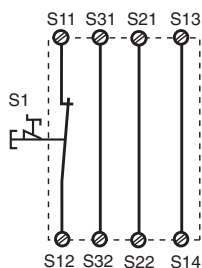
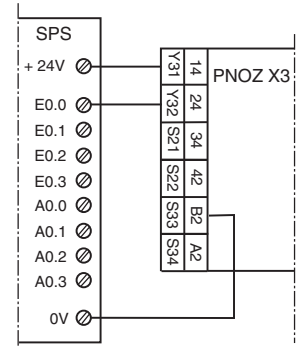

Fig. 2: Circuito de entrada monocanal, rearme automático/Circuito de entrada monocanal, start automatico/Eenkanalig ingangscircuit, automatische start
Fig. 10: Ejemplo de conexión para salida de semiconductor/Esempio di collegamento per uscita semiconduttore/Aansluitvoorbeeld van halfgeleideruitgang
En las fig. 2 a 10 se presentan ejemplos de conexión para conexionado de parada de emergencia con rearme automático y supervisado, excitación de puerta protectora así como aplicación de contactos mediante contactores externos.
- Fig. 2 y 7: En caso de caída de tensión y rearmado, el dispositivo se inicia automáticamente. Evite un arranque intempestivo mediante un cableado externo adecuado.
- Fig. 2 y 7: S33-S34 **no conectado**
In fig. 2 ... fig. 10 sono riportati degli esempi di collegamento per il cablaggio di arresto d'emergenza con start automatico e manuale, per il comando delle porte di sicurezza, nonché per la moltiplicazione dei contatti mediante relè esterni.
- Fig. 2 e 7: Il dispositivo si avvia automaticamente dopo la caduta ed il ritorno dell'alimentazione. Occorre prevenire un riavvio inatteso usando circuiti esterni di misura.
- Fig. 2 e 7: **nessun** collegamento S33-S34
In fig. 2 ... 10 worden aansluitvoorbeelden gegeven van noodstop-schakeling met automatische en bewaakte start, hekbewaking en contactvermeerdering d.m.v. externe magneetschakelaars.
- Fig. 2 en 7: Het apparaat start automatisch bij uitvallen en terugkeren van de spanning. Vermijd een onverwacht heraanlopen door maatregelen in de externe schakeling.
- Fig. 2 en 7: **geen** verbinding S33-S34